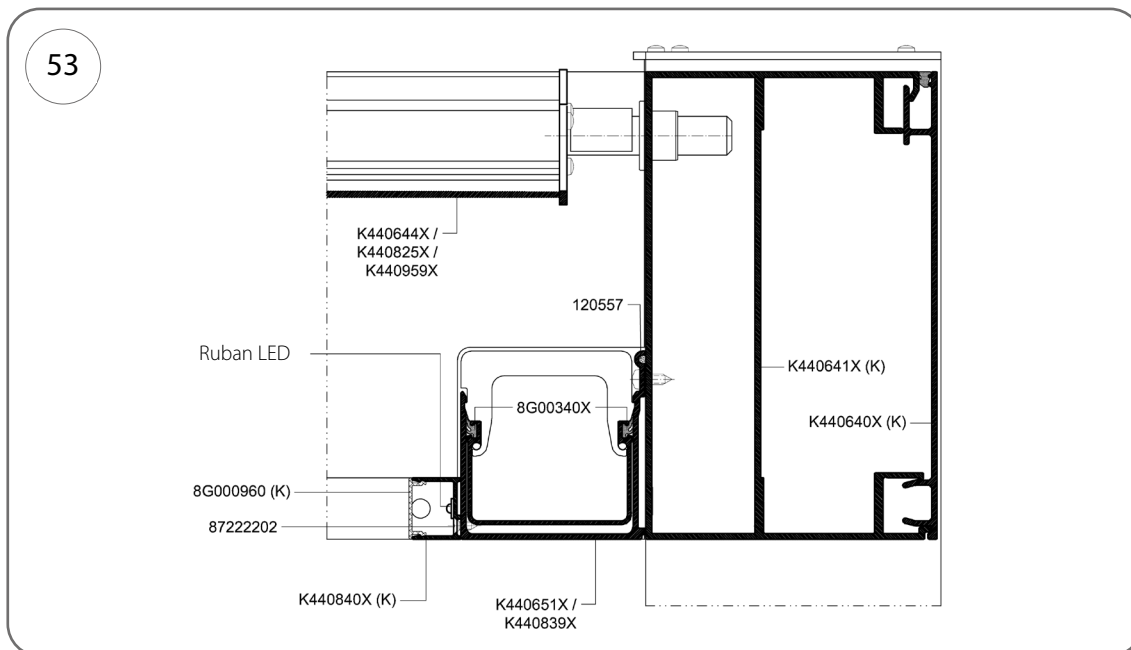
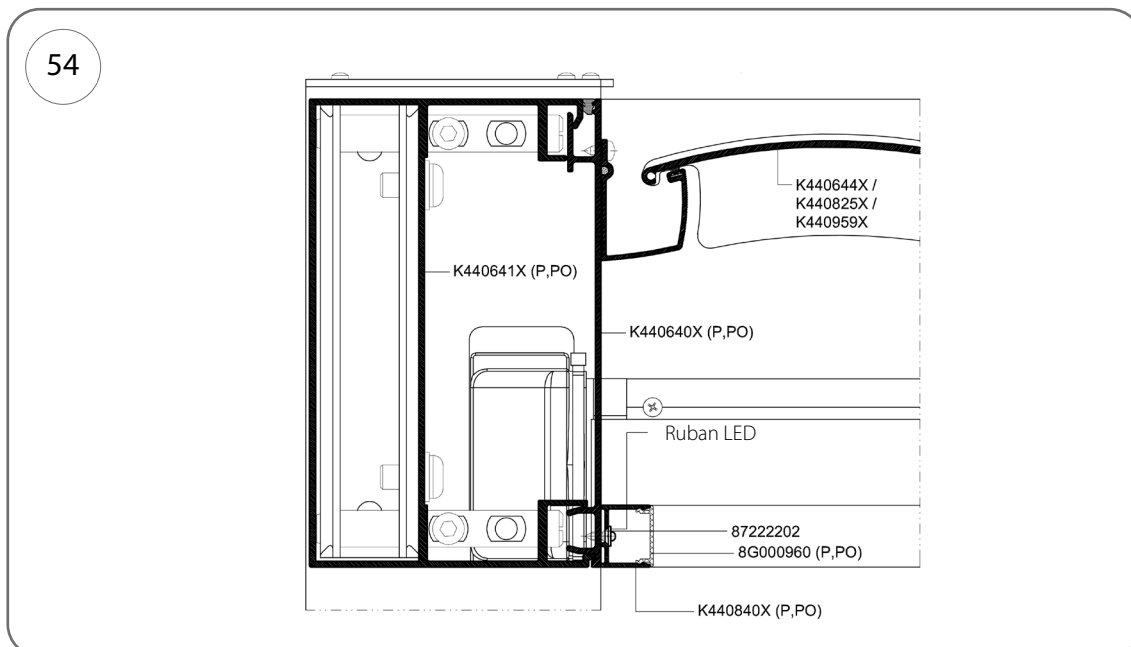

Fig. 53
Fig. 54
1. Visser le cache-panne (réf. K440640X) (Fig. 53) et le boîtier de gouttière (réf. K440651X ou K440839X) (Fig. 54) sur le profilé LED (réf. K440840X) à l'aide de vis de 3,5 x 9,5 mm (réf. 87222202).